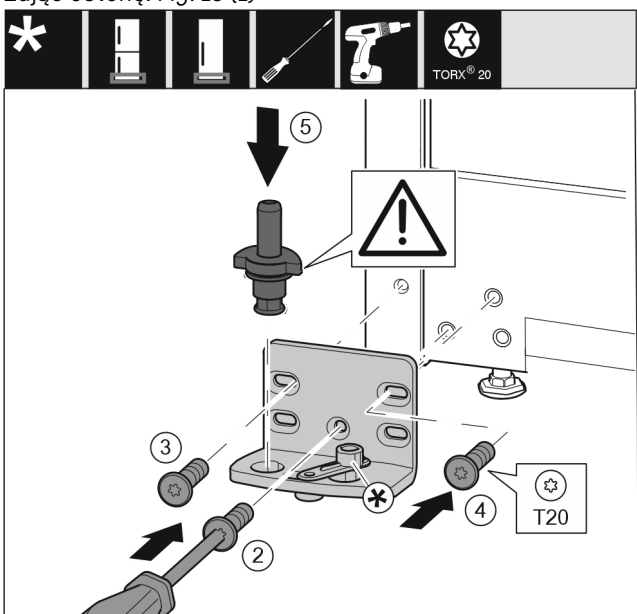

Fig. 14
- ▶ Płytkę zawiasu założyć z drugiej strony i przykręcić przy pomocy śrubokręta T20. Rozpocząć od śruby 2 dolnej umieszczonej na środku. Fig. 14 (2)
- ▶ Dokręcić śrubę 3 i 4. Fig. 14 (3,4)
- ▶ Założyć cały sworzeń płytki zawiasu. Przy tym zwrócić uwagę, by krzywka zatrzaskowa wskazywała do tyłu. Fig. 14 (5)